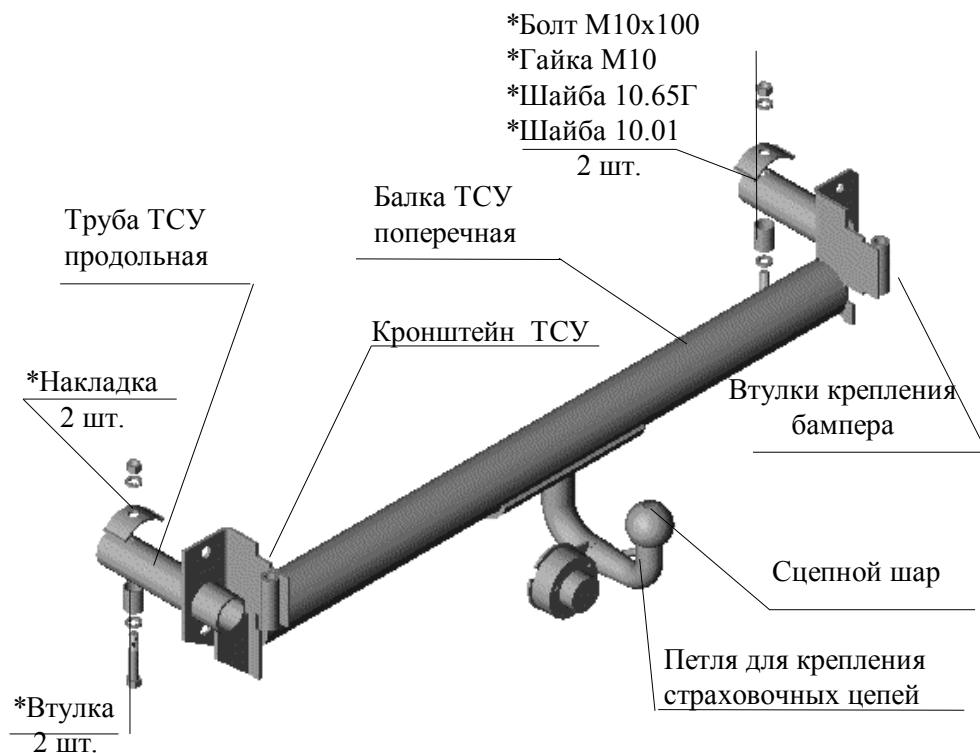

РИС.1 Устройство тягово-сцепное 2108.01.
2.1 ТСУ 2108.01 в сборе (рис.1)	1 шт.
2.2 Пакет с комплектующими (см. Рис.1)	1 шт.
4.8 Закрепить ТСУ двумя болтами М10х100 на лонжеронах автомобиля, в соответствии с Рис. 1.